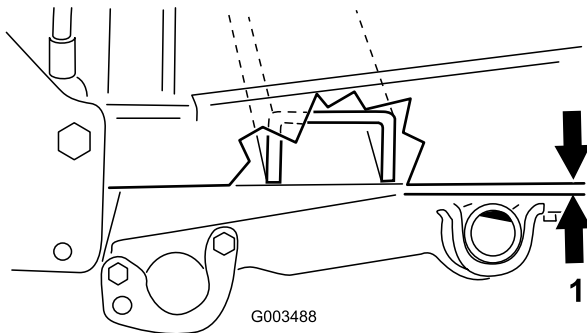

Figure 17
2. Mesurez la distance entre le châssis du groupe de déplacement et le tube de pivot comme illustré à la Figure 17.